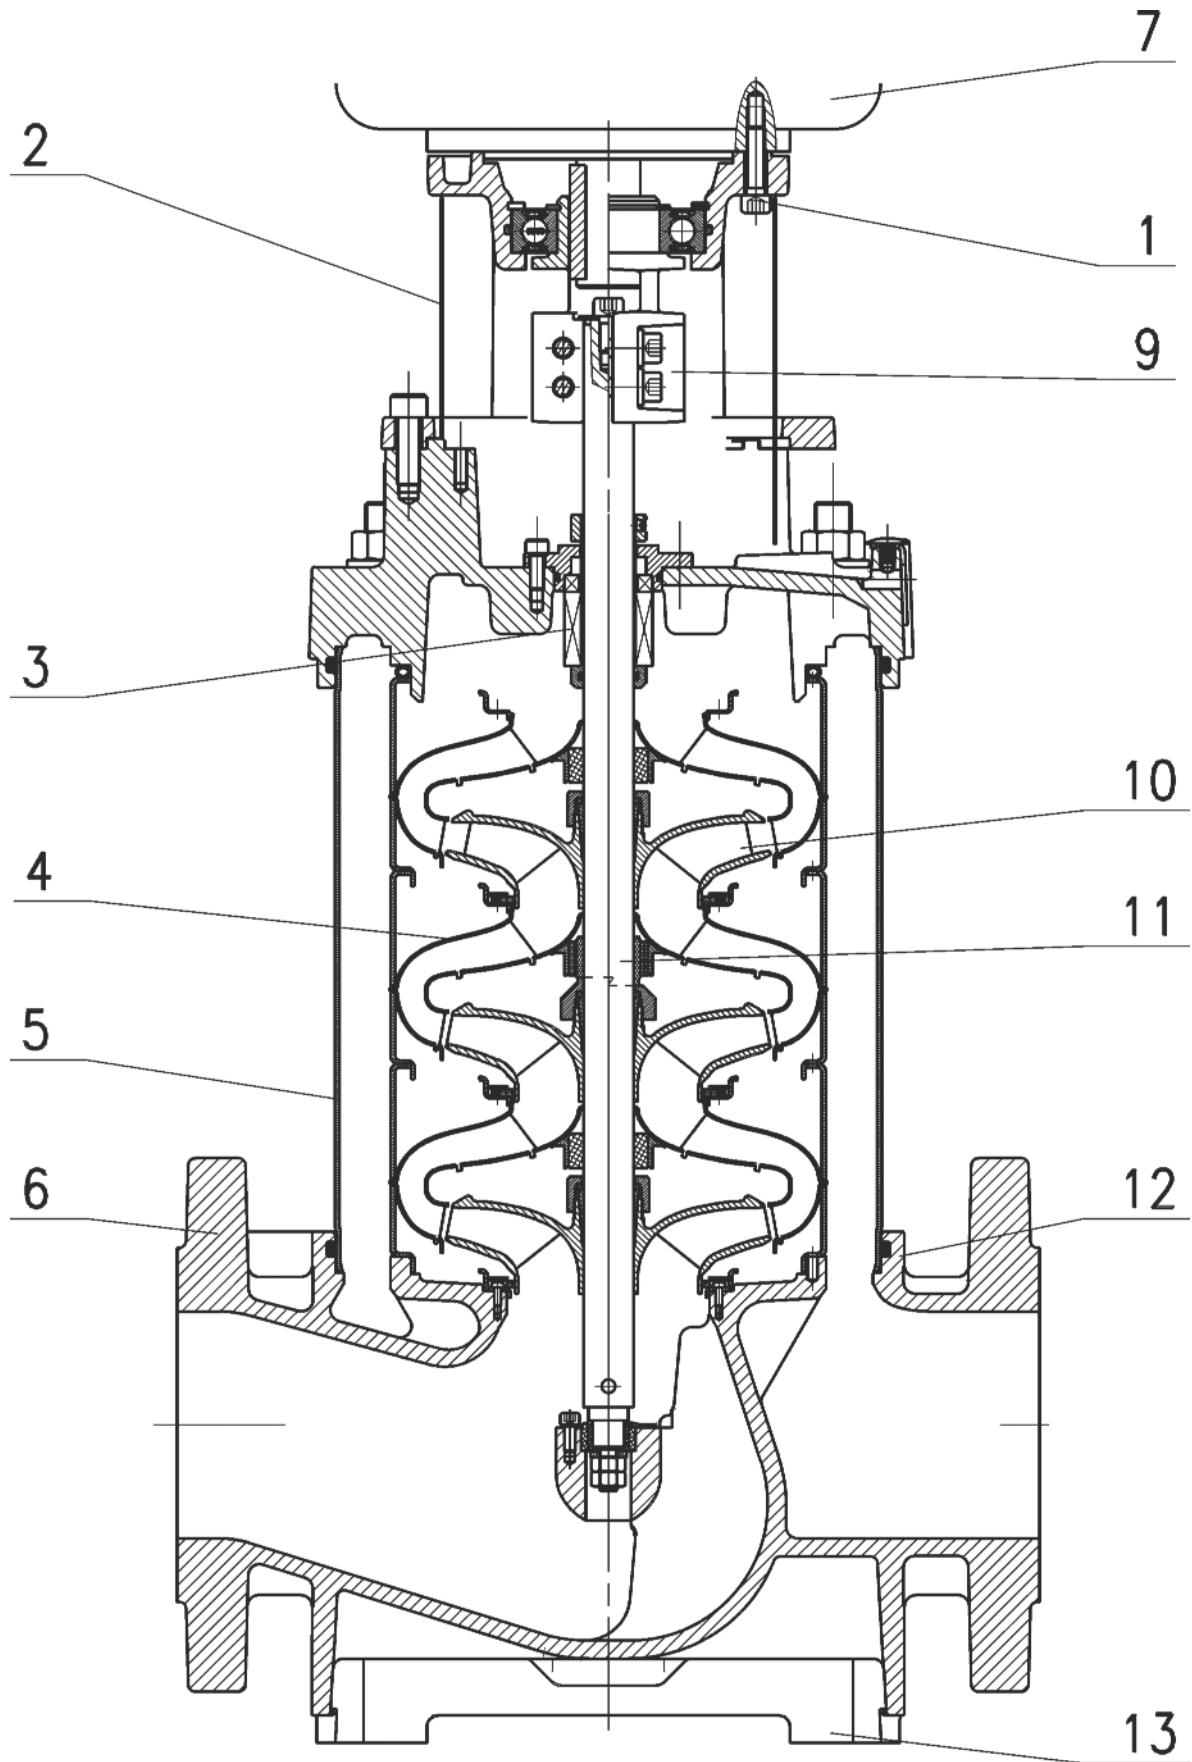

Fig. 2
- Pompę zamontować w miejscu dobrze dostępnym dla łatwego wykonywania kontroli i demontażu. Pompę zamontować dokładnie pionowo na cokole o wystarczająco dużej masie (rys. 2, poz. 13). Między cokołem i podłogą zamontować tłumiki drgań.
- Przy ciężkich pompach należy pionowo nad pompą zamocować hak (rys. 2, poz. 12) lub uchwyt o wystarczającym udźwigu (całkowita masa pompy: patrz katalog/karta katalogowa), do którego w przypadku konserwacji lub naprawy można przymocować podnośnik lub podobne urządzenie. Zostawić wolną przestrzeń dla demontażu co najmniej 200 mm.
- Rurociąg ssawny i tłoczny zamontować beznaprężeniowo. Zamontować kompensatory z ograniczeniem długości dla wytłumienia drgań. Rurociągi zamocować w taki sposób (rys. 2, poz. 7), aby ich ciężar nie przenosił się na pompę.
- Zasadniczo powinno się zamontować urządzenia odcinające (rys. 2, poz. 2 i 3) przed i za pompą, aby przy sprawdzaniu lub wymianie pompy uniknąć opróżniania i ponownego napełniania całej instalacji.
- W rurociągu tłocznym należy zastosować zabezpieczenie przed przepływem zwrotnym (rys.2, poz. 4).
- Przy dużych różnicach ciśnień > 6 bar zamontować zabezpieczenie przed przepływem zwrotnym (rys. 2, poz. 4) w rurociągu ssawnym. Nie jest ono konieczne po stronie tłocznej.